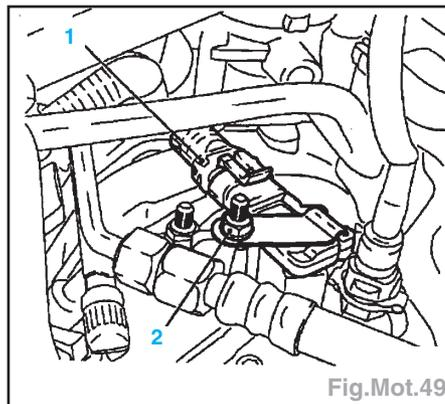

Fig.Mot.49
- Débrancher la fiche (1), la vis (2) et la sonde (Fig.Mot.49).